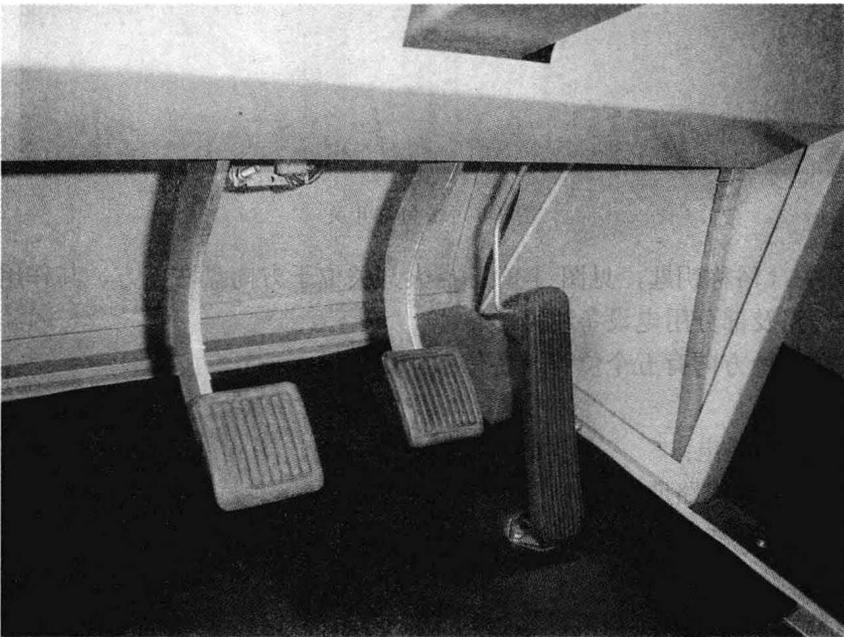

图 1-9 离合器踏板、制动踏板、油门踏板
8. 离合器踏板（见图 1-9）：离合器踏板位于仪表下方最左边，其作用是使发动机的动力与传动装置平稳地结合或暂时分离，以便于驾驶员对汽车进行起步、停车、换挡等操作。
9. 制动踏板（刹车踏板，见图 1-9）：制动踏板位于仪表下方中间，右脚操纵。制动踏板的作用是操纵车轮制动，使汽车减速或停车。
10. 油门踏板（加速踏板，见图 1-9）：油门踏板位于仪表下方最右边，用右脚操纵，它用来控制混合气体进气量，从而使发动机的转速提高或降低。